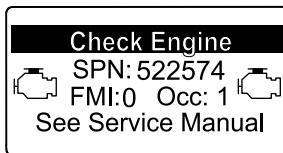

Figure 48
- Avertissement moteur SPN 522574, FMI : 0 (Figure 48)